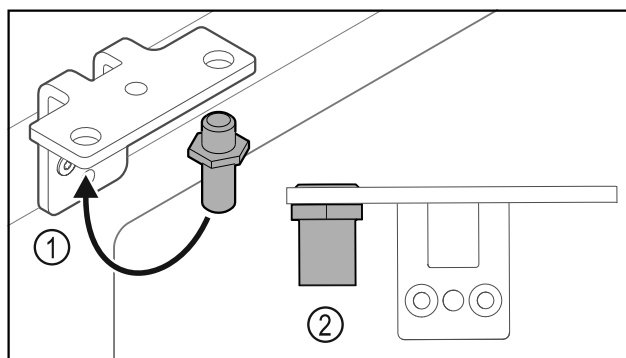

Fig. 38
- ▶ Sworznie Fig. 38 (1) przełożyć do zawiasu.
- ▶ Sworznie Fig. 38 (2) dokręcić z **momentem obrotowym 12 Nm**.